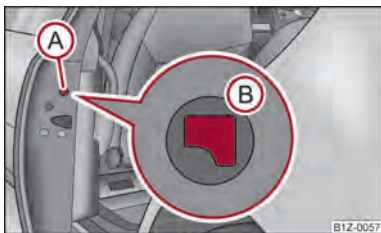

Fig. 14 Ușa din spate: Încuierea de urgență a ușii
- Îndepărtați capacul ① ⇒ fig. 14.
- Introduceți cheia în orificiul de sub capac și apăsați maneta ② în interior până la limită.